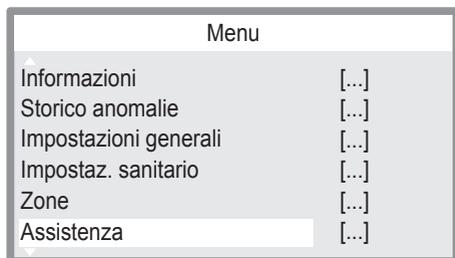

Figura 5.94
- Premere i tasti 12 o 13 (Figura 5.92) per selezionare il menu desiderato (Figura 5.94).